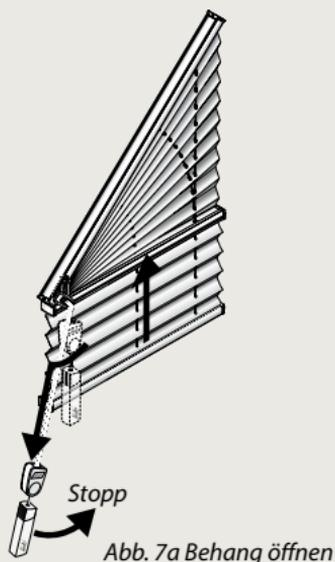

Abb. 7a Behang öffnen
**Behang öffnen:** Schnurzug erst zur Seite und dann nach unten ziehen, bis die gewünschte Position erreicht ist. Zum Stoppen den Schnurzug in die Senkrechte schwenken (Abb. 7a).